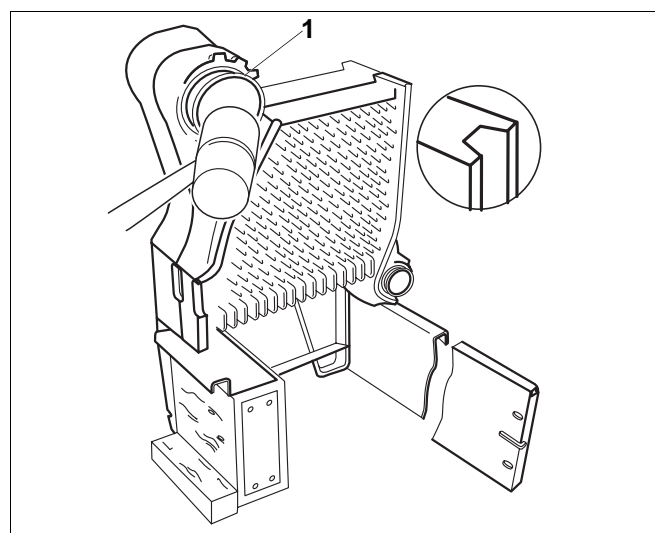

Fig. 9 Introduire le nipple
- Introduire la nipple dans le moyeu supérieur (taille 2) et inférieur (taille 0a) des éléments d'extrémité à l'aide de coups de marteau (marteau en bois ou en caoutchouc) en diagonal. La nipple (fig. 9, **pos. 1**) devrait maintenant sortir environ 30 mm du moyeu .